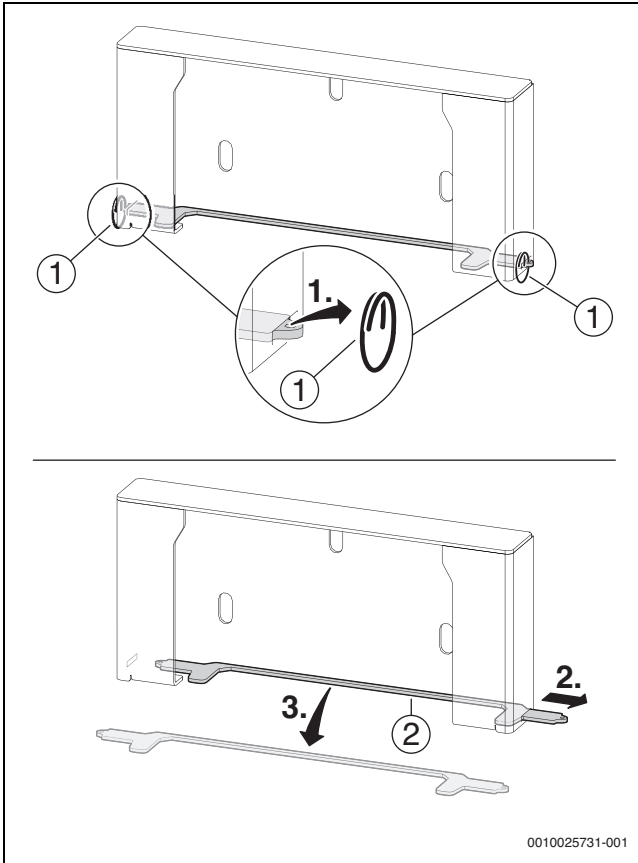

Bild 13 Aufhängeelement auseinanderbauen
- Sicherungssteg [2] und Sicherungsringe [3] anbringen (→ Bild 13, Arbeitsschritte in umgekehrter Reihenfolge).